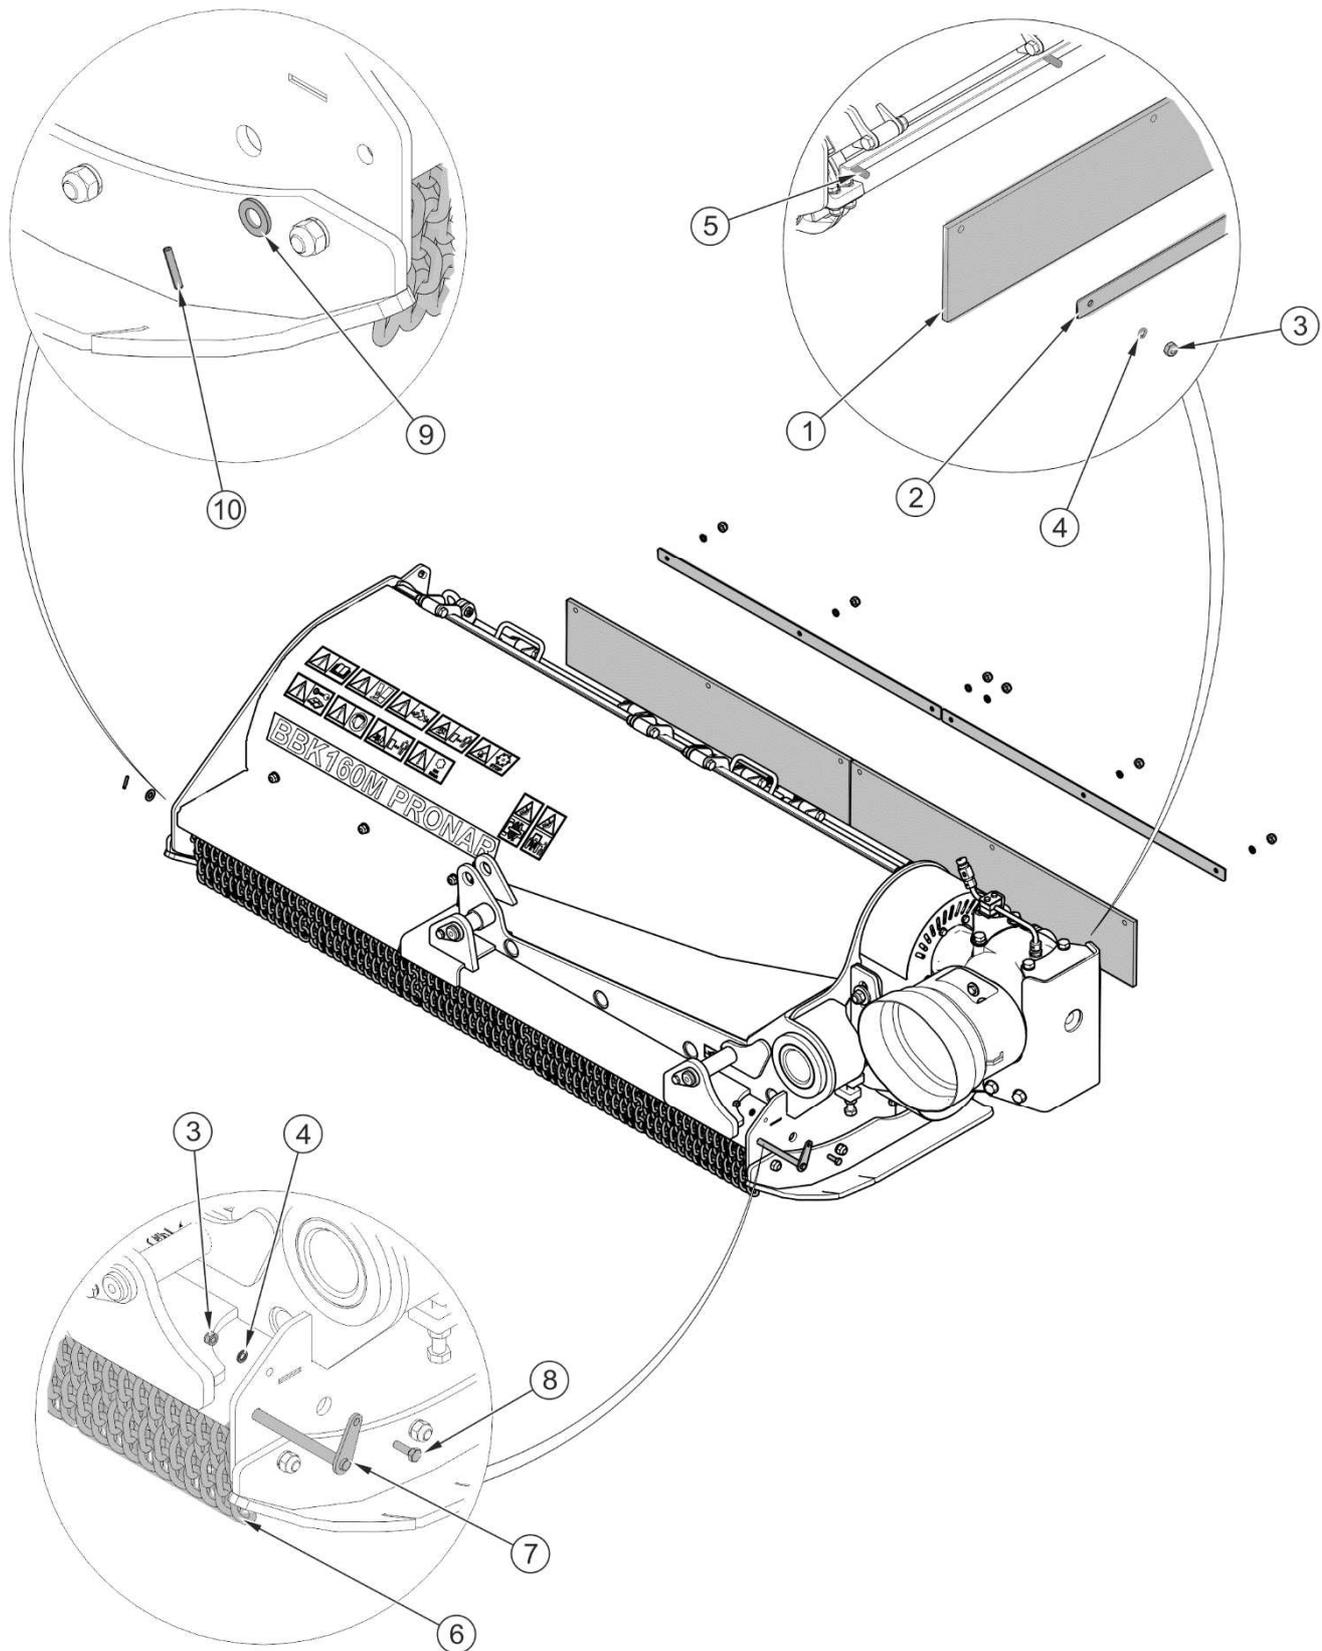

FIGURE 5.2 Démontage des protections
Lors du démontage des protections en caoutchouc (1) (FIGURE 5.2) desserrer les écrous (3) fixant les lattes de serrage (2), enlever ensuite les lattes (2) et les protections en caoutchouc (1) des vis de fixation (5).